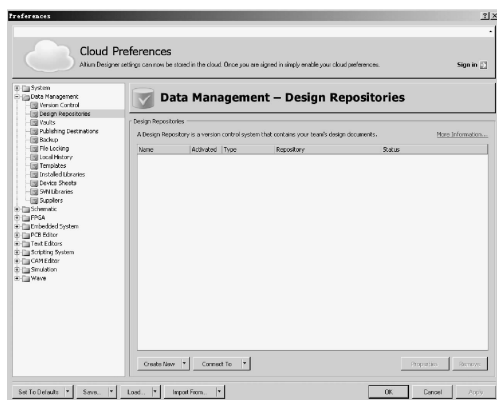

图 1-4 Preferences 对话框
(2)“Preferences”命令:用于设置 Altium Designer 10 的系统参数,包括资料备份和自动保存设置、字体设置、项目面板的显示、环境参数设置等。运行该命令将弹出 Preferences(优选参数设置)对话框,如图 1-4 所示。